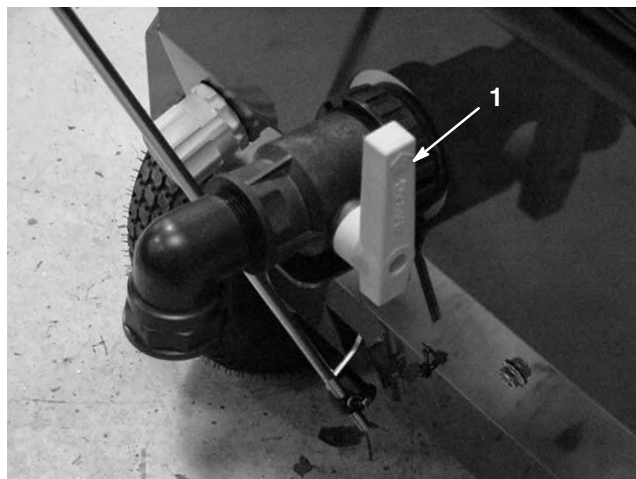

Figure 29
2. Ouvrez le robinet de vidange de la cuve de peinture (Fig. 29). Plus le robinet de vidange est grand ouvert, plus la quantité de peinture pouvant s'écouler est grande.